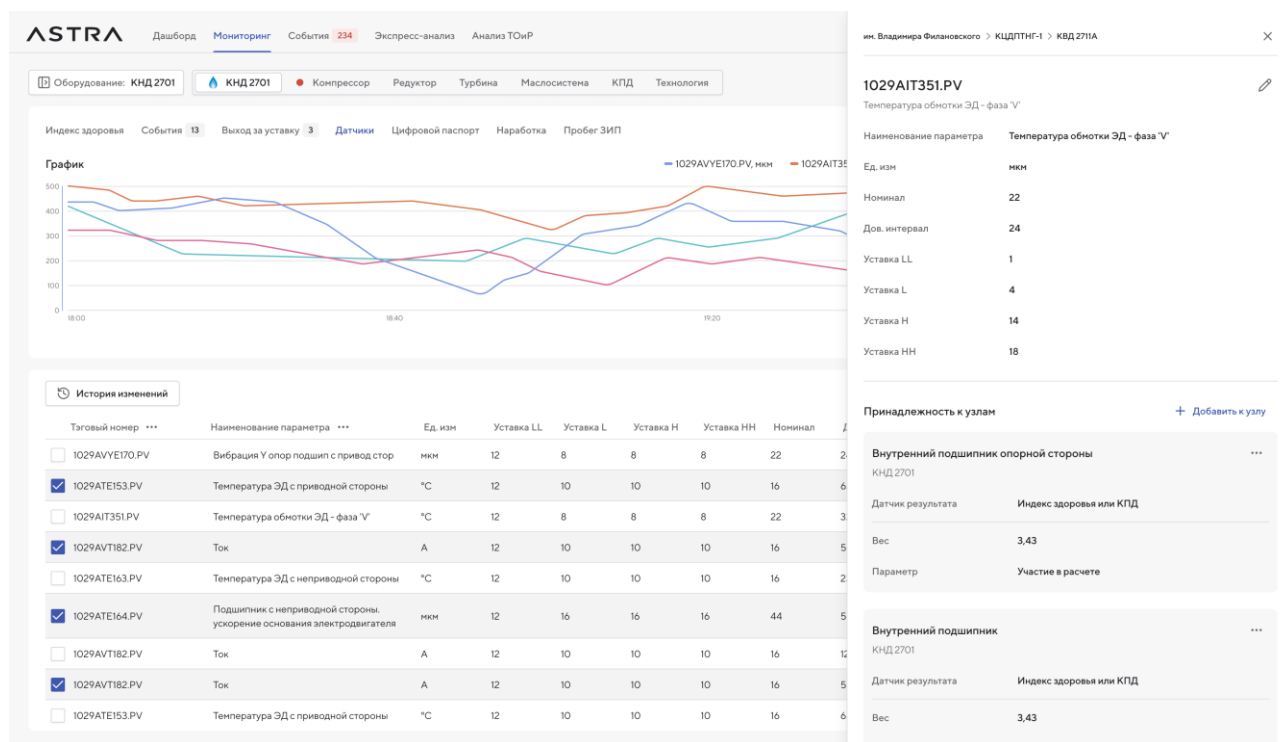

Рисунок 94 — Окно общей информации датчика
7. В строке выбранного датчика нажмите кнопку (Изменить значения). В правой части страницы откроется окно с информацией выбранного датчика (Рисунок 94). Окно содержит следующие разделы:
10. В дополнительном окне **«Изменить данные датчика»** нажмите кнопку **«Сохранить»** для сохранения внесенных изменений. Новые значения будут отображены в соответствующих полях в окне общей информации выбранного датчика (Рисунок 94). Для отмены введенных изменений нажмите кнопку **«Отменить»**.
8. Нажмите кнопку  (Редактировать). В правой части страницы откроется окно с информацией выбранного датчика (см. Рисунок 94). Если датчик не был включен в расчеты, то в окне общей информации будет отображено уведомление: «Данный датчик не включен в расчёты ни для одного узла системы» (Рисунок 96).